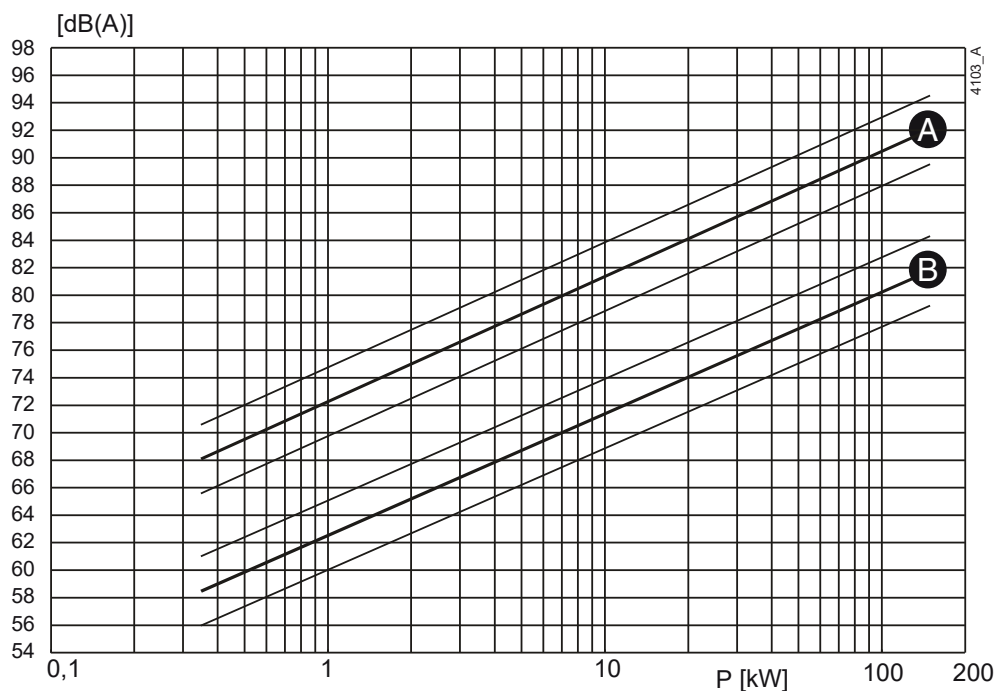
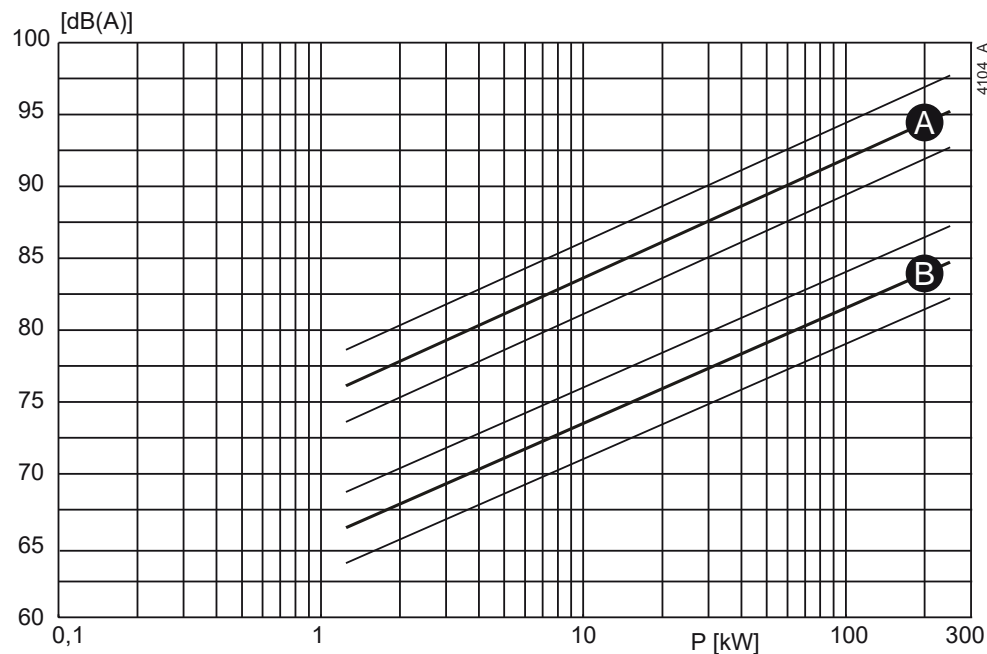

Рисунок 40: Зависимость уровня шума от мощности насоса [кВт] при 1450 об/мин
Рисунок 41: Зависимость уровня шума от мощности насоса [кВт] при 2900 об/мин
- 1 Определите уровень шума ( $L1$ ) насоса, см. рисунок 40 или рисунок 41.